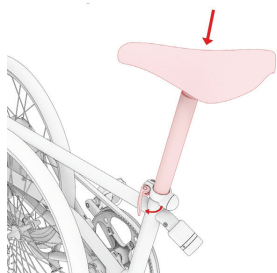

Abb. 2.7
- ⑥ Öffnen Sie den Schnellspanner der Sattelstütze, senken Sie diese so weit wie möglich ab und schließen Sie danach den Schnellspanner wieder (Abb. 2.7).